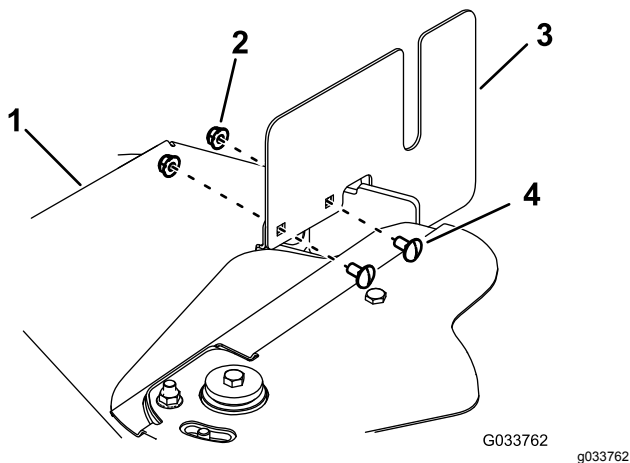

図 69
5. サイドカバー2個をベルトカバーに固定しているキャリッジボルト4本とナット個を外す 図 69。
12. キャリッジボルト 4 本とナット個で、サイドカバー2個をベルトカバーに取り付ける 図 69。